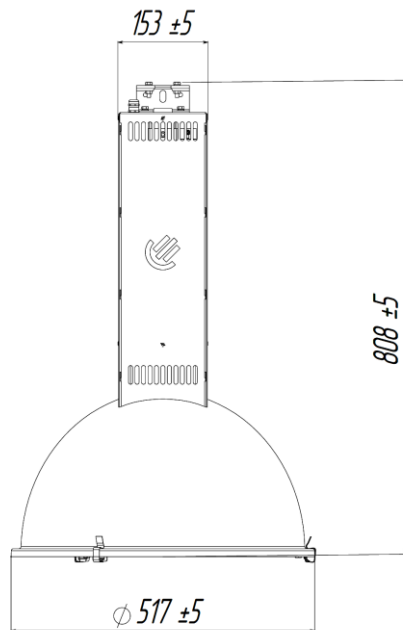

Рисунок 1
2.1 Светильники серии GALAD «Гефест» ГСП/ЖСП70 (рисунок 1) с газоразрядными лампами высокого давления предназначены для освещения производственных помещений, в которых технологические процессы сопровождаются значительным выделением тепла.